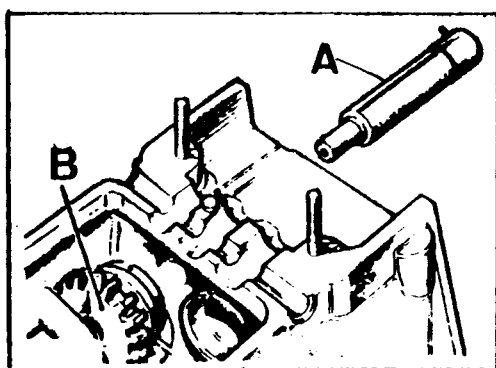

Fig. C-105 Engranaje de marcha atrás
- 1.2. Extraer el eje de marcha atrás, A, (Fig. C-105) hacia la parte posterior del cárter, empleando una prensa o un botador de material blando.